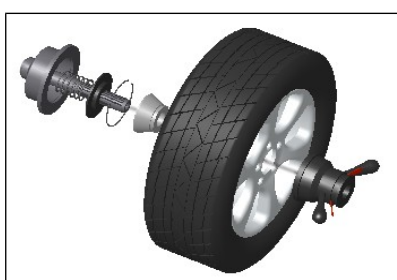

Bild 6-2
6.2.2.1 Positivt läge (Bild 6-2):